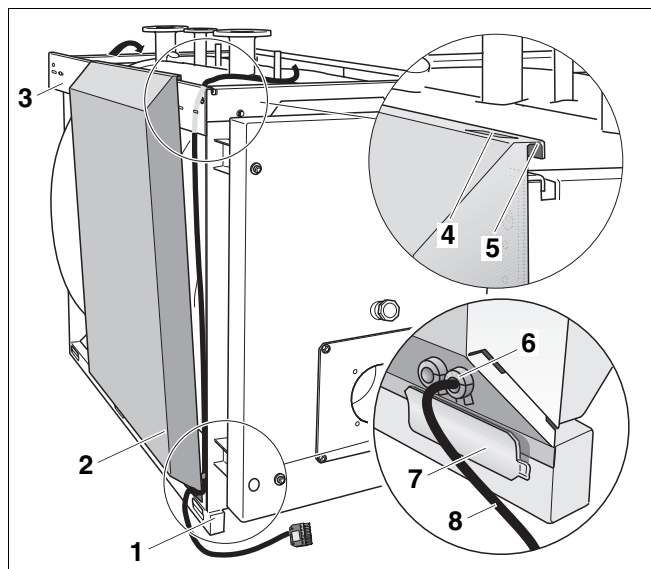
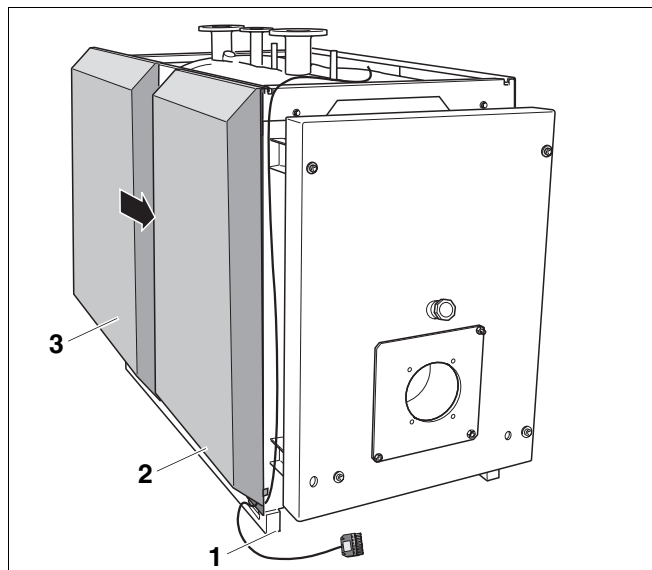

Рис. 23 Установка передней левой боковой стенки
Рис. 25 Установка задней левой боковой стенки
- Провести кабель горелки с фиксатором провода (рис. 23, **поз. 8**) со стороны шарнира под боковой траверсой (рис. 23, **поз. 3**) до рамы корпуса котла (рис. 23, **поз. 1**).
- Приставить переднюю левую боковую стенку (рис. 23, **поз. 2**) (если дверь навешивается справа – правую боковую стенку ) к корпусу котла.
- Кабель горелки с фиксатором провода (рис. 23, **поз. 8**) провести через кабельный проход (рис. 23, **поз. 6**) передней левой боковой стенки (рис. 23, **поз. 2**). Соединительный штекер горелки (большой) остается снаружи.
- Вырез передней левой боковой стенки (рис. 23, **поз. 4**) должен быть обращен к передней стенке котла.
- Переднюю левую боковую стенку (рис. 23, **поз. 2**) установить сзади язычков на раме котла (рис. 23, **поз. 7**).
- Подвесить переднюю левую боковую стенку (рис. 23, **поз. 2**) с отбортовкой (рис. 23, **поз. 5**) на боковую траверсу (рис. 23, **поз. 3**).
- Сдвинуть переднюю левую боковую стенку (рис. 23, **поз. 2**) назад таким образом, чтобы она прилегала к боковой траверсе (рис. 23, **поз. 3**).
Для упрощения монтажа задней левой боковой стенки (рис. 25, **поз. 3**) ее можно подвесить не вплотную к передней левой боковой стенке (рис. 25, **поз. 2**).
- Установите заднюю левую боковую стенку так, чтобы она несколько выступала за заднюю стенку котла (рис. 25).
- Вырез задней левой боковой стенки должен быть обращен к задней стенке котла (рис. 23, стр. 31).
- Установить заднюю левую боковую стенку (рис. 25, **поз. 3**) за язычки на раме котла (рис. 23, стр. 31).
- Подвесить заднюю левую боковую стенку (рис. 25, **поз. 3**) с отбортовкой (рис. 23, стр. 31) на боковую траверсу (рис. 23, стр. 31) и продвинуть ее вперед к передней левой боковой стенке (рис. 25, **поз. 2**).